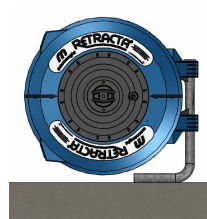

Fig.3 BB100 - Parquet/ez/Table
- Utiliser le support BB100 en option pour monter l'enrouleur sur un mur entre 1,8 m et 4,5 m, ou sur un établi/au sol (voir figures 3 et 4).